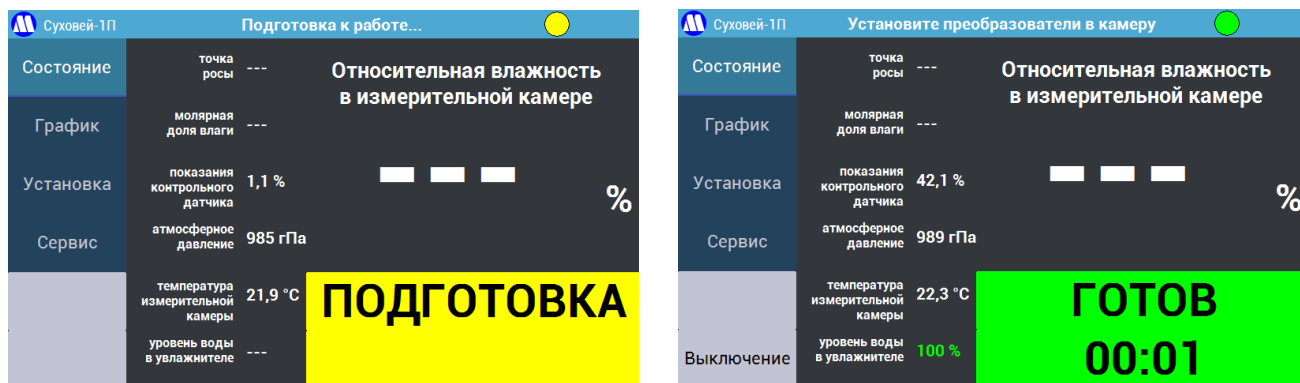

Рисунок 22 – Включение генератора.
8.2.4. По завершении включения статус генератора изменяется на «Готов», а цвет индикатора состояния изменяется на зеленый (Рисунок 22 справа). Появляется возможность запуска программ из меню «Установка», «Программы» и «Сервис». В верхней строке экрана отображается сообщение «Установите преобразователи в измерительную камеру».